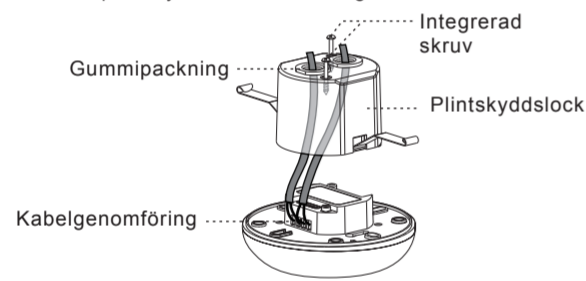

FIG.11
4.4.2.2 Använd en skruvmejsel för att bryta gummipackningen i plintskyddslocket, dra sedan kablarna genom locket (se FIG.11).